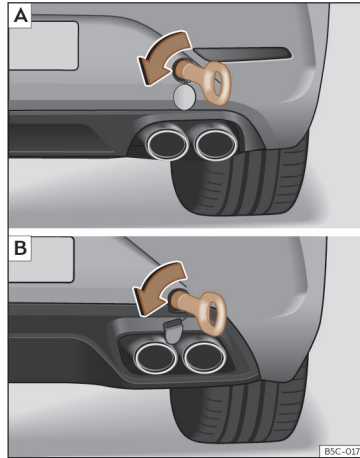

Fig. 50 Pe partea dreaptă a barei de protecție spate: inel de tractare pe poziție. **A** Leon Sportstourer; **B** Leon.
- Înșurubați inelul de tractare în carcasă, prin rotire completă **în sens antiorar**»» **fig. 50** »» ❶. Utilizați un obiect adecvat, care să permită strângerea completă și sigură a inelului de tractare pe carcasă.
❶ ATENȚIE